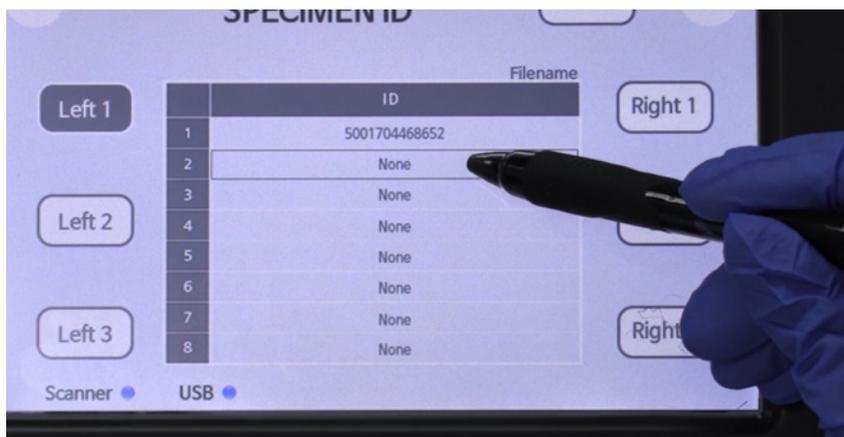

Figura 24. Opción de ubicación de la muestra.
6. Pulse la ubicación deseada de la muestra (1-8) para importar la información del código de barras (consulte la Figura 24 a continuación). Escanee el código de barras de la muestra con el lector de códigos de barras hasta que la información del código de barras de la muestra aparezca en la pantalla. Repita los pasos 4 y 5 hasta que se hayan registrado todos los datos de las muestras.